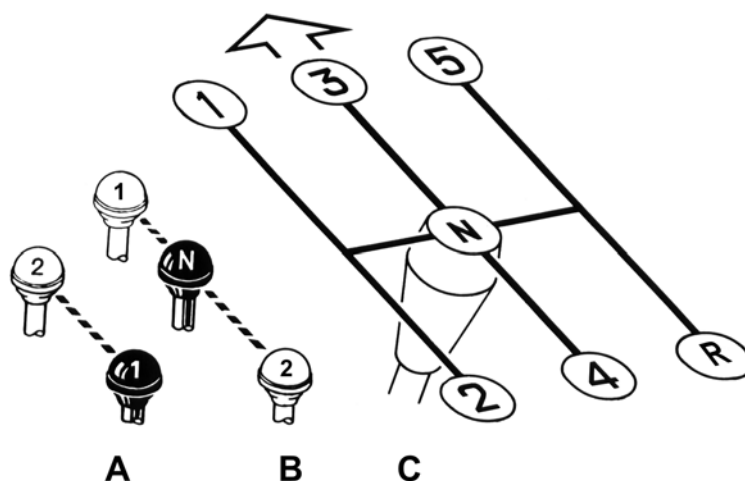

Рис. 5.7. Схема положения рычагов:
**21** – **рычаг переключения передач раздаточной коробки** (для автомобилей типа 4x4). Схема включения блокировки межосевого дифференциала, переключения передач раздаточной коробки и коробки передач показана на рис. 5.7.
**22** – **рычаг включения блокировки межосевого дифференциала раздаточной коробки** (для автомобилей типа 4x4). Схема включения см. рис. 5.7.
**24 – рычаг коробки передач.** В коробке передач имеется предохранитель от случайного включения задней передачи при выключении 5-й передачи. Заднюю передачу включать после остановки автомобиля. При включении задней передачи в задних фонарях загорается свет заднего хода. Схема включения см. рис. 5.7.